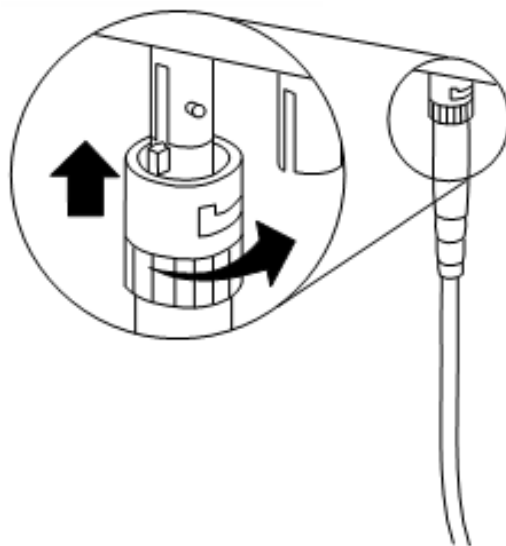

图 213 LK233 光纤的连接
光纤电缆在两个模块间交叉连接, 一端发送另一个端接收。发送端(TX)连接到另一个 LK233 的接收端 (RX); 接收端 (TX) 连接到另一个 LK233 的发送端 (RX), 如图 213 所示。